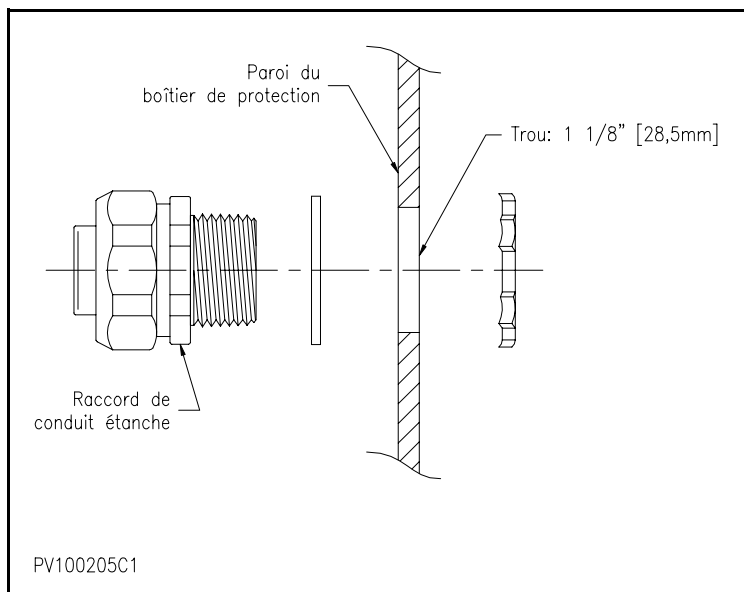
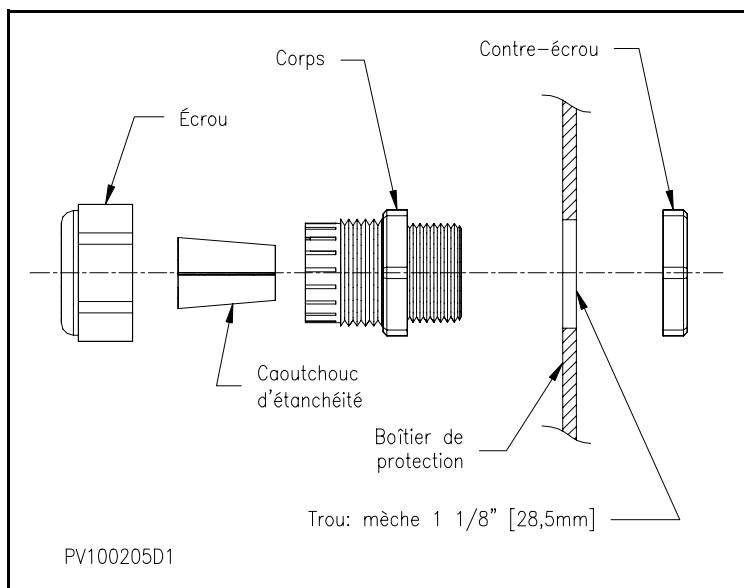

Figure 30 : Installation d'un raccord de conduit étanche
Figure 31 : Installation d'un connecteur étanche de type presse-étoupe
3. Après avoir déterminé le passage des câbles, percer des trous pour les connecteurs étanches (voir Figure 30 : "Installation d'un raccord de conduit étanche" et Figure 31 : "Installation d'un connecteur étanche de type presse-étoupe").